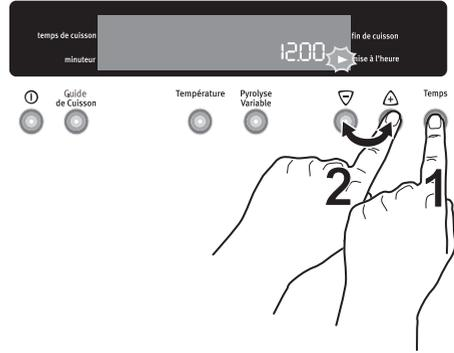

Fig. 6
1. Appuyez sur la touche **"Temps"** jusqu'à ce que le voyant de **"mise à l'heure"** clignote. Réglez l'heure à l'aide des touches  $\nabla$  or  $\triangle$  (Fig. 6). Le voyant de **"mise à l'heure"** ► disparaît 5 secondes après l'affichage de l'heure exacte.